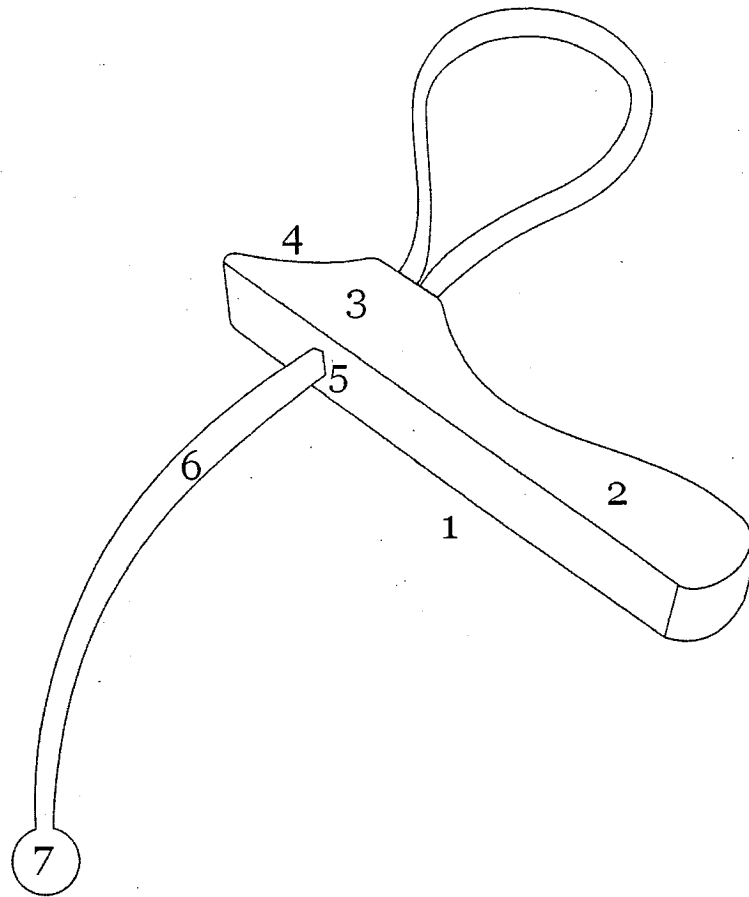

Figura 3
(57) Resumo: Multi-abridor de vasilhames de cozinha. Ilustrado na figura 3, compreendido por uma base anatômica (1) constituída de um cabo anatômico (2) e de um suporte para correia (3), o qual apresenta um anteparo de contato com o vasilhame (4) e um orifício (5) através do qual passa uma correia (6), com comprimento de aproximadamente 40cm, suficiente para envolver a tampa de um vasilhame com 10cm de diâmetro, e cuja extremidade contém um imitador (7), que tem como objetivo não permitir que a correia escape da base anatômica.
MULTI-ABRIDOR DE VASILHAMES DE COZINHA, ilustrado na figura 3, compreendido por uma base anatômica (1) constituída de um cabo anatômico (2) para manuseio por parte do usuário e de um suporte para correia (3), o qual apresenta um anteparo de contato com o vasilhame (4), de formato curvo e por meio do qual se aplica a pressão contra a tampa do vasilhame, e um orifício (5) através do qual passa uma correia (6) e que permite a regulagem da correia de acordo com o tamanho da tampa do vasilhame a ser aberta, tendo a correia o comprimento total de aproximadamente 40cm, suficiente para envolver a tampa de um vasilhame com 10cm de diâmetro, e cuja extremidade contém um limitador (7), que tem como objetivo não permitir que a correia escape da base anatômica.
// Multi-abridor de vasilhames de cozinha, ilustrado na figura 3, compreendido por uma base anatômica (1) constituída de um cabo anatômico (2) e de um suporte para correia (3), o qual apresenta um anteparo de contato com o vasilhame (4) e um orifício (5) através do qual passa uma correia (6), com comprimento de aproximadamente 40cm, suficiente para envolver a tampa de um vasilhame com 10cm de diâmetro, e cuja extremidade contém um limitador (7), que tem como objetivo não permitir que a correia escape da base anatômica.